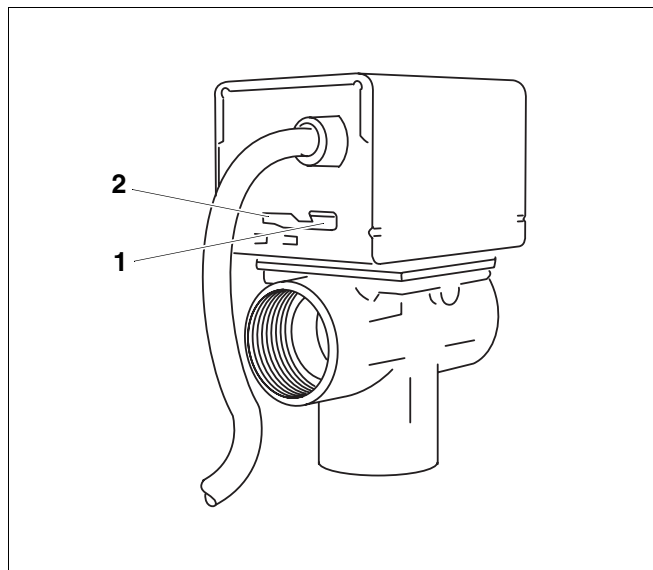

Fig. 5 Valvola motorizzata a tre vie, leva di posizionamento "AUTO/MAN"
Nella posizione "MAN" (fig. 5, **pos. 1**) la valvola é situata in posizione centrale. In questo modo la portata viene ripartita in maniera uguale su entrambi i collegamenti di scarico A e B. Quando si inserisce la valvola, il servomotore riposiziona la leva di commutazione nella posizione "AUTO" (fig. 5, **pos. 2**).